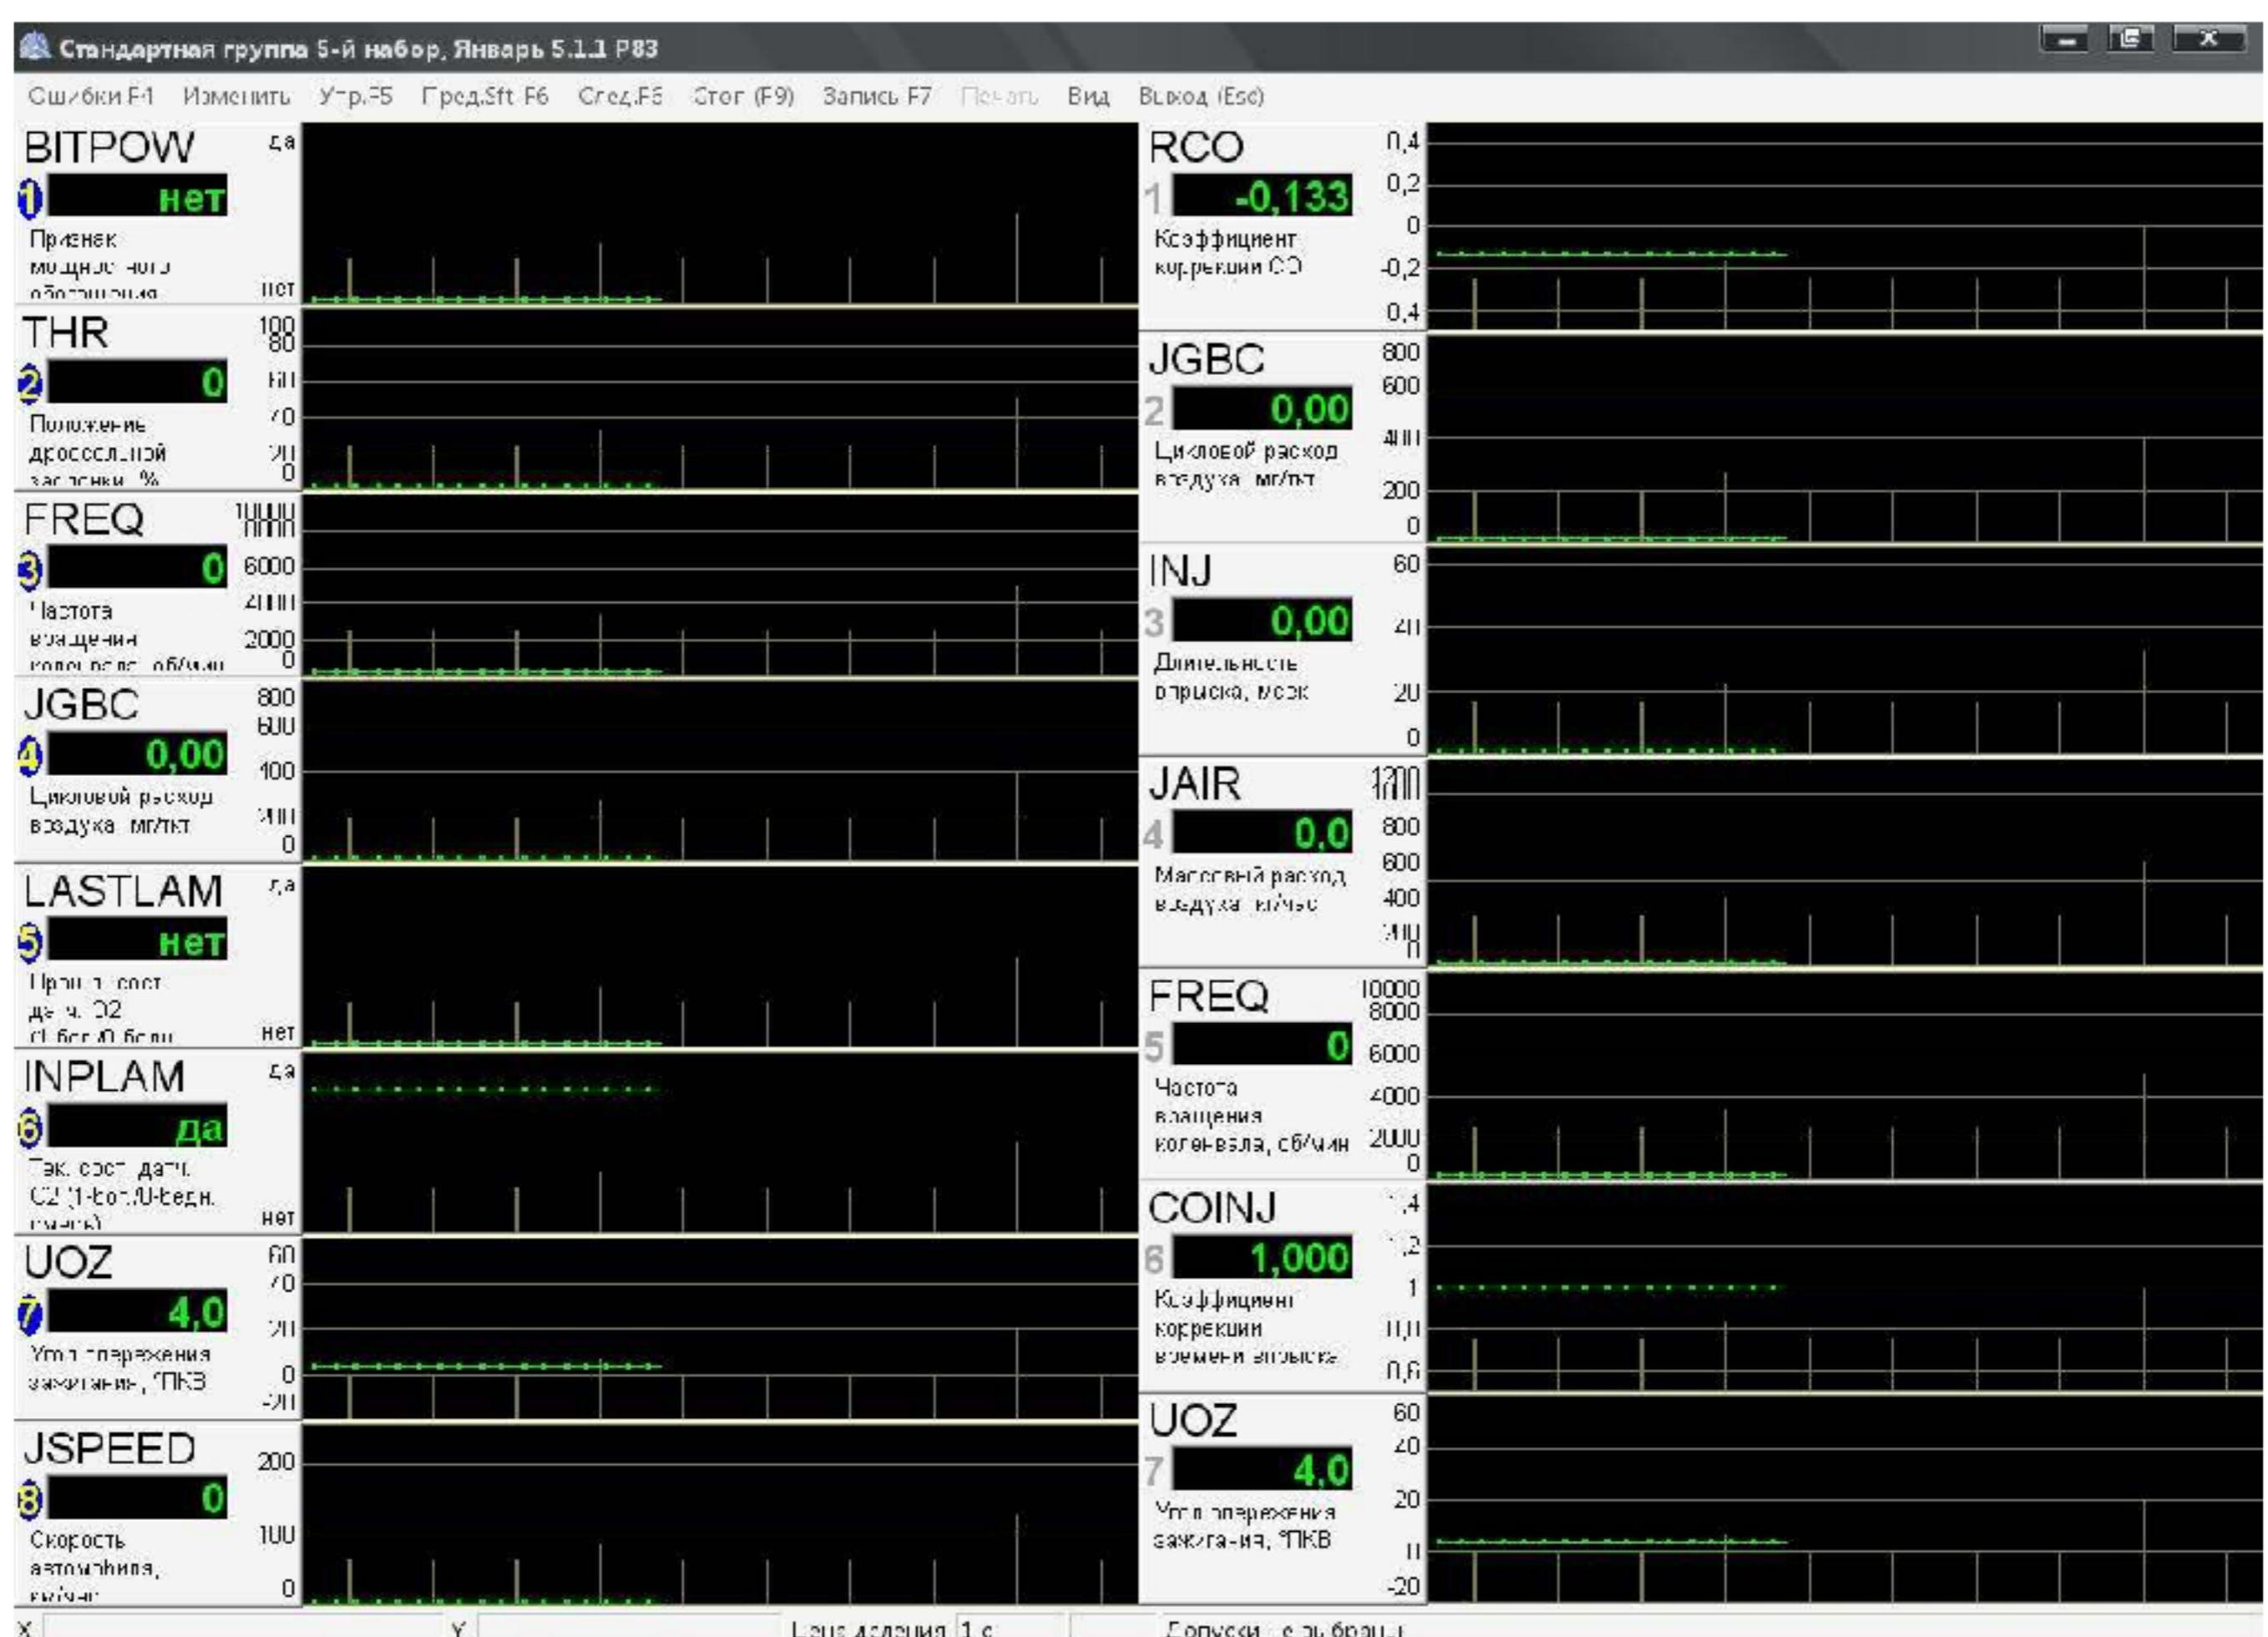

Рис. 25. Вид окна параметры.
**Запись параметров в файл.** Войти в режим «Переменные». Для просмотра одновременно двух групп параметров в верхней части экрана выбрать пункт «Вид» и поставить соответствующую «галочку» для окна отображения. Выбор наборов для каждого окна производится с использованием клавиш «Пред. Shift-F6» и «След. F6» (рис. 25).